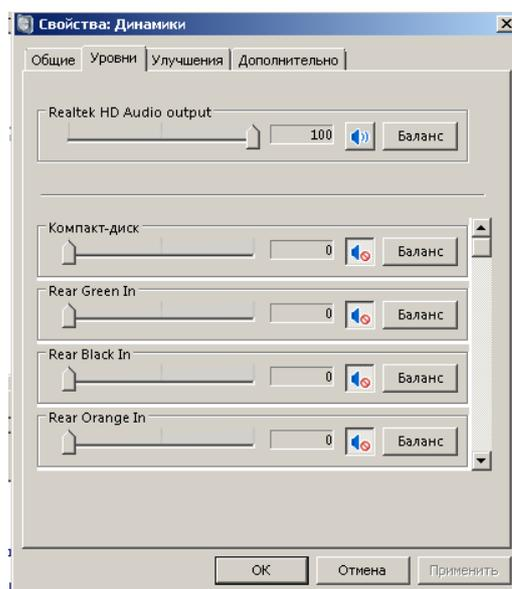

Рис. 8.9
- На вкладке «Воспроизведение» выберите устройство «Realtek Digital Output» нажмите на кнопку «Свойства» в параметре «Применение устройства» установите: «не использовать», затем нажмите на кнопку «ОК». В окне «Звук» на вкладке «Воспроизведение» выберите устройство воспроизведения «Динамики» и нажмите на кнопку «Свойства». В открывшемся окне «Свойства: Динамики» выберите вкладку «Уровни» и установите движок «audio output» (уровня громкости) в положение, соответствующее 100%. Кнопка «Вкл/Выкл» «audio output» должна быть включена. Произведите отключение всех кнопок, а движки всех регуляторов установите в положение 0%. Регулятор «Front» установите в положение 100%. Если есть кнопка «Front», то переведите её в положение «Вкл». Если выполнялись изменения, нажмите на кнопку «Применить» см. Рис. 8.9.